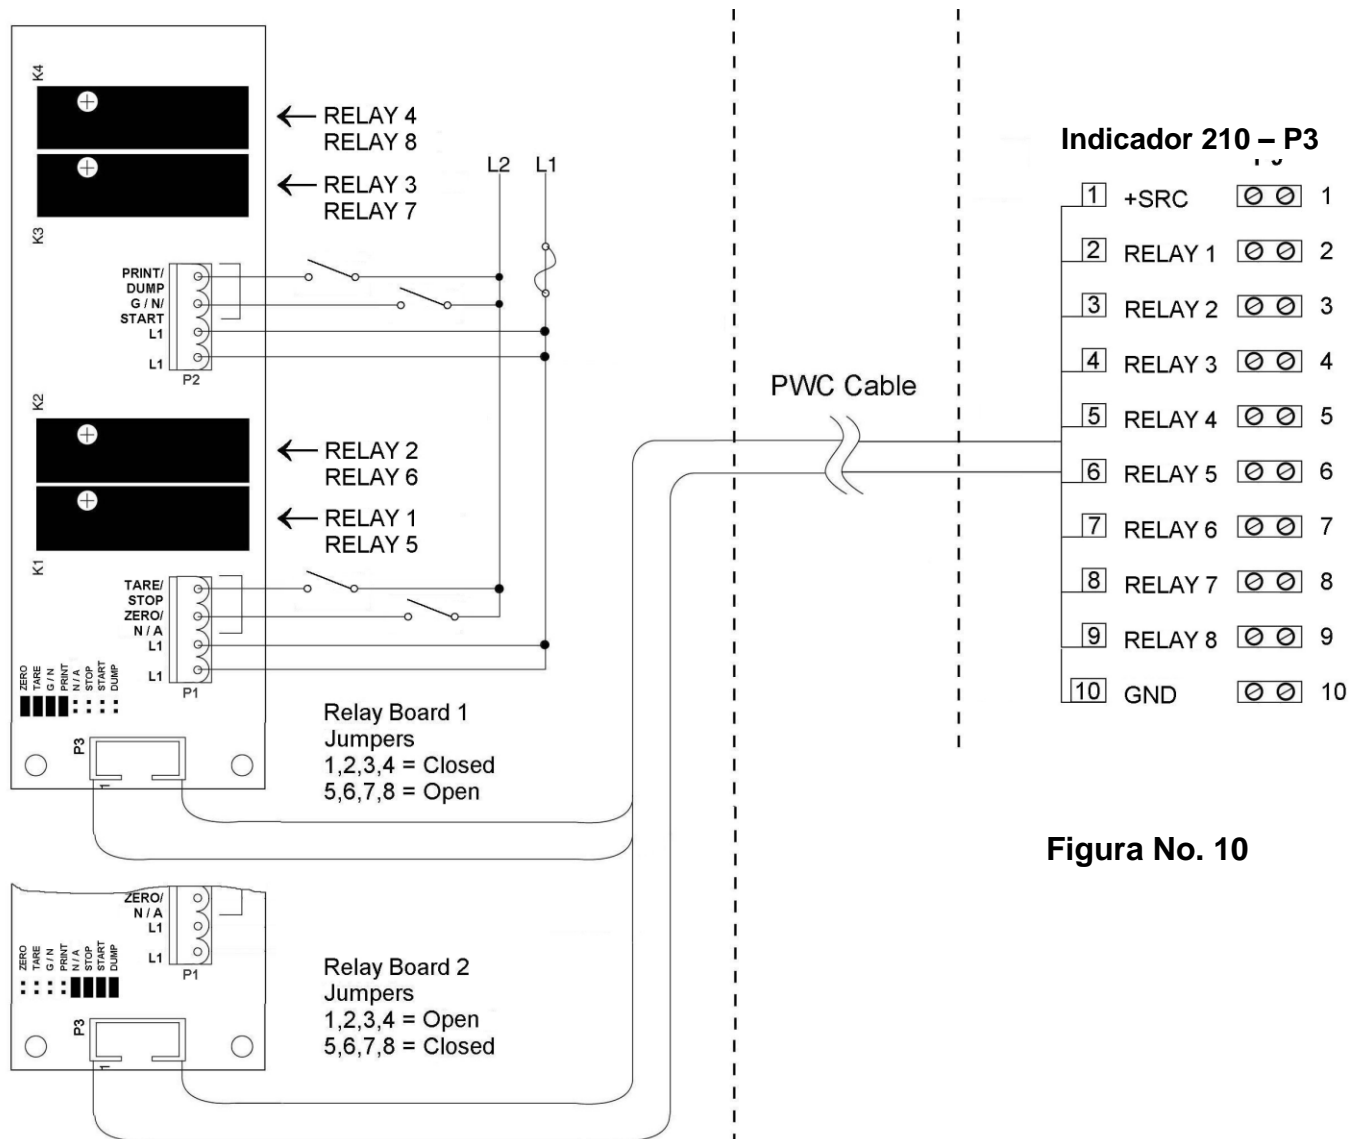
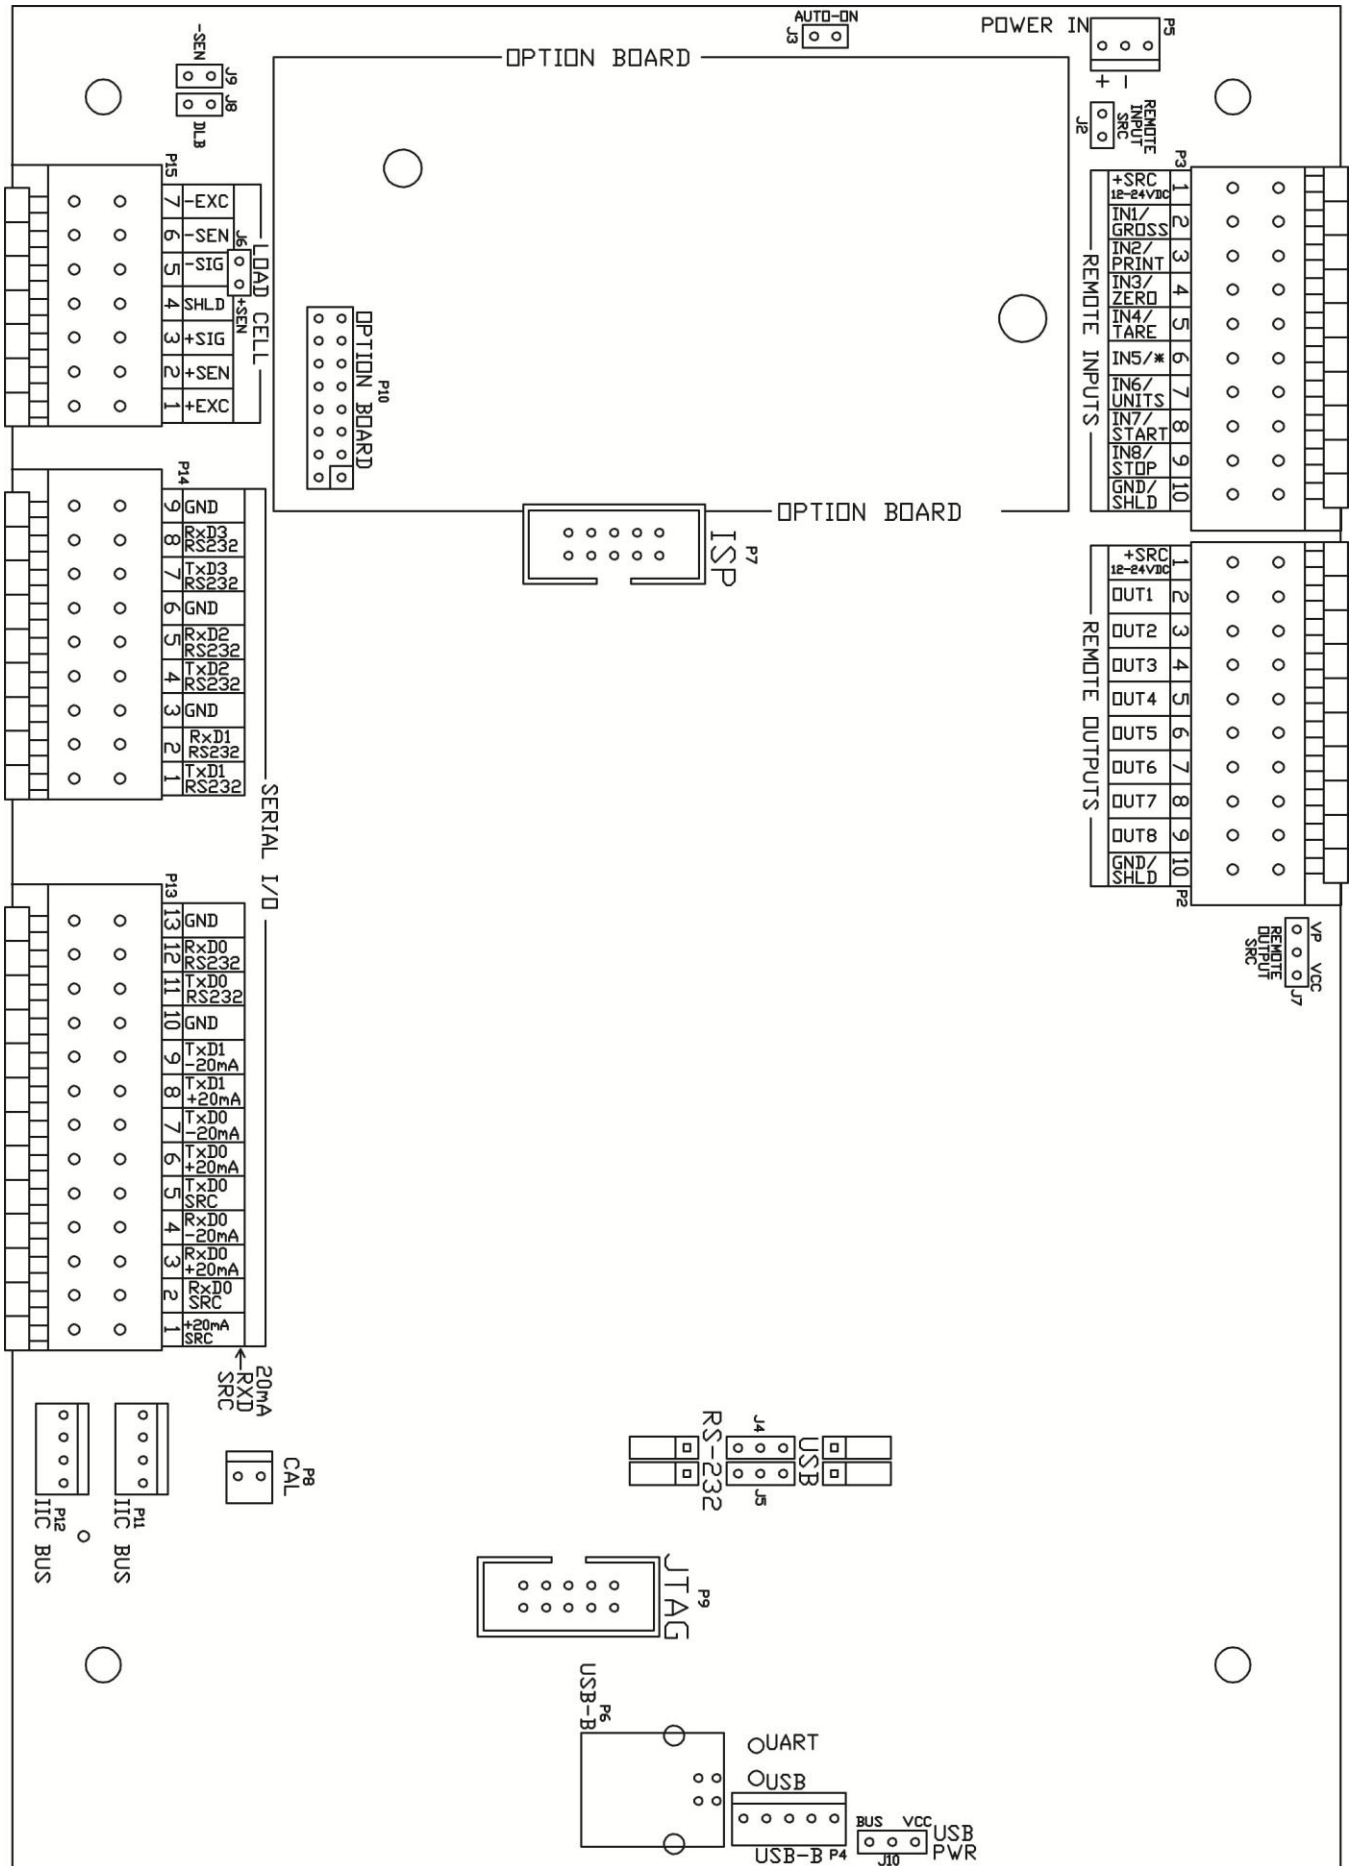

Figura No. 10
Figura No. 15
7. Conecte el conector del cable USB al cabezal USB-B, P4, observando a la Figura No. 15 para la ubicación de P4. Apriete la tuerca del cable de glándula en el cable USB.
4. Plug the USB cable into the USB-B connector P6. See Figure No. 15 for the location of P6.
Ver la Figura No. 10 para la tarjeta de Relé de Entrada AC, Figura No. 11 en relación con tarjetas de Relé de Salida CA, Figura No. 13 para la tarjeta de Relé RB4C y Figura No. 15 para la Tarjeta Principal de Circuitos Impresos.
Se incluyen 4 entradas programables con el I/O y pueden ser utilizadas para iniciar varias funciones dentro del indicador de manera remota (hasta 100 pies). El acceso a estas entradas es a través del block de terminal (P3) en la parte posterior del tablero de Circuitos Impresos (ver Figura No. 15). Las 8 entradas se definen así:
Las Tarjeta(s) de Relé de Entrada AC están montadas en una caja de conexiones externa que utiliza el indicador 210. La RB4-ACIN (115 VAC) o RB4-ACINV (230 VAC) contiene una tarjeta y soporta hasta 4 entradas (seleccionables por medio de puentes). La RB8-ACIN (115 VAC) o RB8-ACINV (230 VAC) contiene dos tarjetas y soporta hasta siete entradas que son seleccionables por medio de puentes. La tarjeta de relés usada en las versiones de 115 VAC es la Cardinal p/n 8200-C324-0A. La versión de 230 VAC utiliza la tarjeta de relé Cardinal p/n 8200-C324-1A. Conecte los dispositivos como se muestra en la Figura No. 10.
El puente J7 de Fuente de Salida Remota, cuando está conectado, permite que el indicador 210 proporcione (fuente) VP (15VDC) ó VCC (5vdc) a un relé de estado sólido u otra carga de 200 ohms o mayor. La conexión positiva de los relés debe estar conectada a los pines de conexión PWC y el alambre negativo de los relés al pin GND. Vea la Figura No. 15 para la ubicación del puente y SALIDAS REMOTAS.
6. Conecte cada uno de los alambres a las SALIDAS REMOTAS del bloque de terminal (P10) observando la Figura No. 15 para ubicar los bloques de terminal.